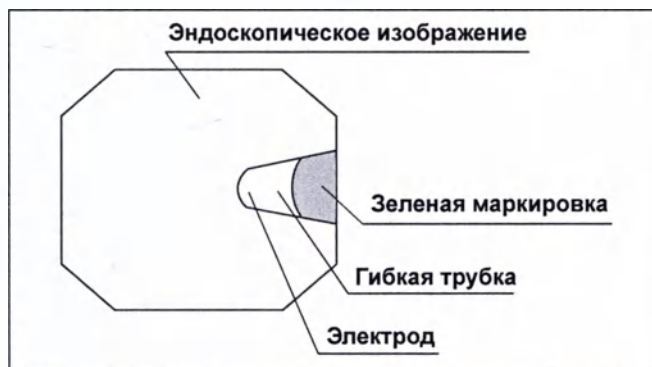

Рисунок 4.9
- Убедитесь, что дистальный конец датчика аргоноплазменного коагулятора находится на расстоянии более 10 мм от дистального конца эндоскопа (см. Рис. 4.9). Признаком того, что датчик выдвинут на 10 мм или более, является появление на эндоскопическом изображении первого черного кольца на дистальном конце датчика аргоноплазменного коагулятора. Несоблюдение этого условия приведет к неправильному облучению подвергаемого лечению участка и повреждению эндоскопа. Использование поврежденного эндоскопа может привести к травмированию пациента.